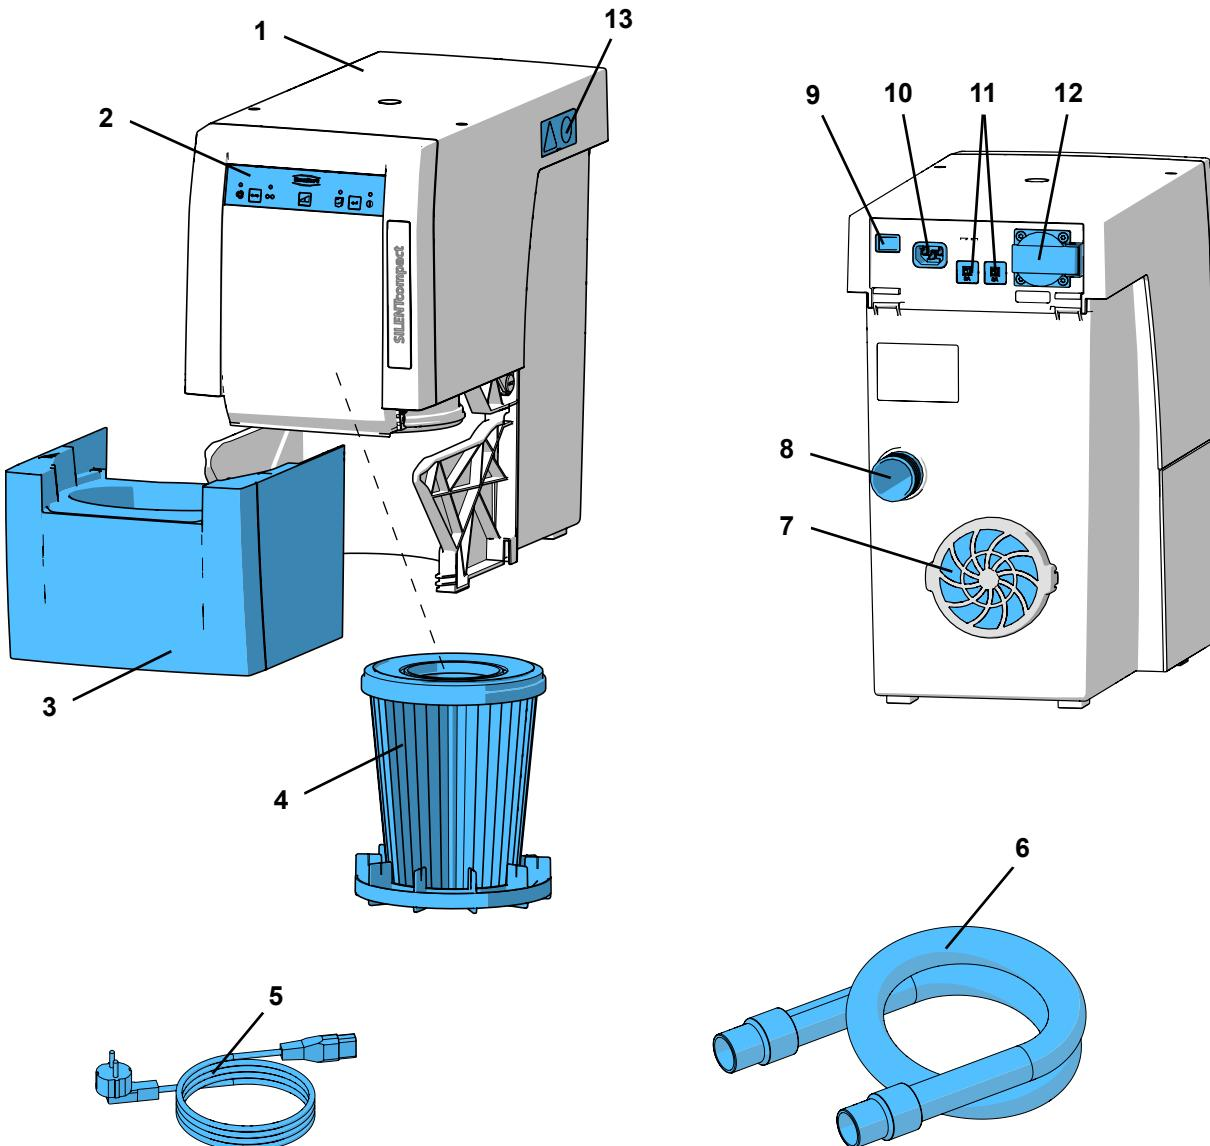

рис. 1
- вытяжное отверстие (7, рис. 1) оставалось свободным.